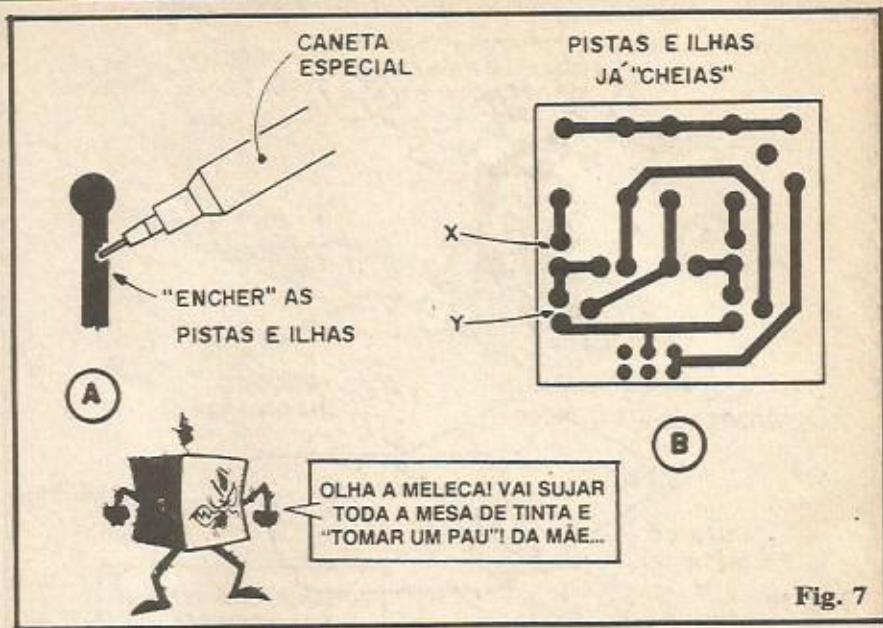

Fig. 7
- FIG. 7-A - Nesse método de traçagem, o Leitor/Aluno necessitará adquirir uma caneta especial (existem as descartáveis e as recar-
- FIG. 7-B - Totalmente preenchido (pintado), o lay out já estará devidamente transferido para a placa. Re-conferir tudo, observando com especial atenção os pontos (como em "X" e "Y" no lay out/exemplo, da figura...) onde ilhas e/ou pistas estão muito pertinho uma das outras, e verifican-